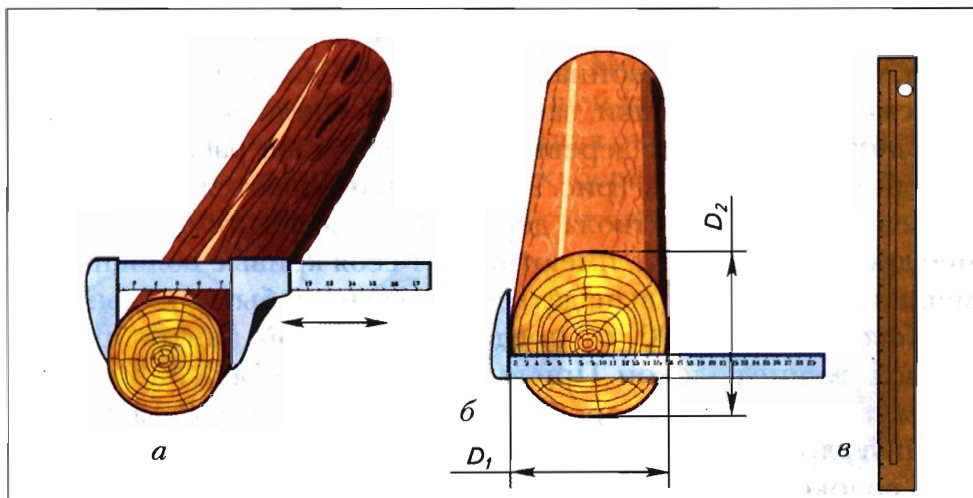

**Рис. 94.** Схема поперечной распиловки хлыста и получаемые лесоматериалы: *а* – хлыст; *б, в* – брёвна и кряжи; *г* – чуряки и дрова
*Трелёвочными* (термин «трелевать» произошёл от немецкого слова «тащить») машинами, или лесовозами, хлысты транспортируют на *поперечную распиловку*, где их распиливают на *брёвна, кряжи, чураки, дрова* (рис. 94) в порядке уменьшения длины. Обычно длина брёвен составляет 4–6 м, кряжей — 2–4 м, чураков — 1–2 м, дров — 1–0,3 м. Материалы из древесины, получаемые поперечным распиливанием ствола, называют *лесоматериалами*.